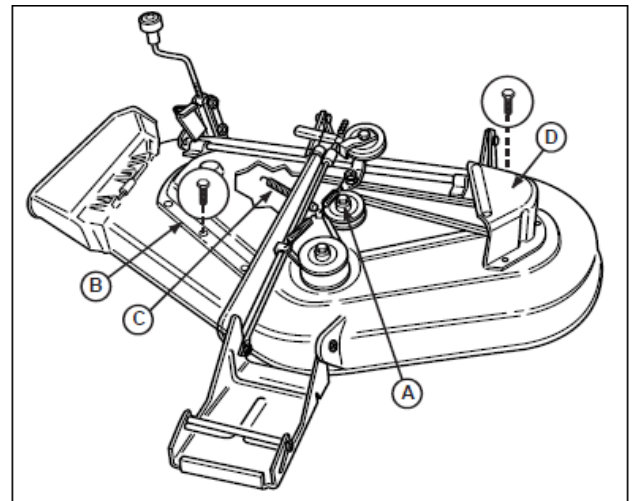

図 42 44”と50” モアデッキ
4. 図42を参照して、左側の被いカバー（D）を固定している3つのキャップスクリュを取り外してください。
7. 図42を参照して、左側の被いカバー（D）を取り付けてください。外されていたモアデッキを取り付けてください。